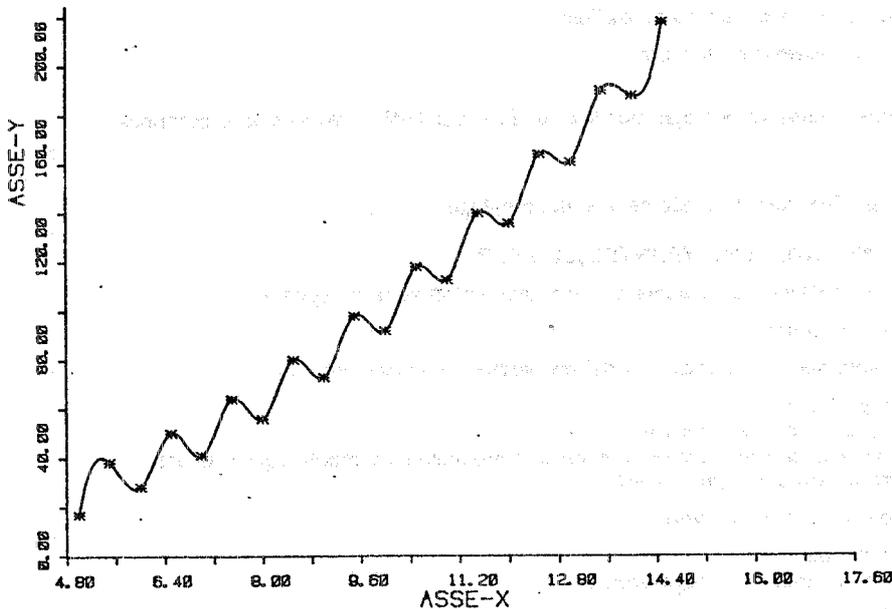

FIG. 5
**SUBROUTINE FLINE:** Calcola e disegna la curva che meglio approssima un insieme di punti dati utilizzando una tecnica di SPLINE naturale (smoothing), (cfr. Fig. 5).